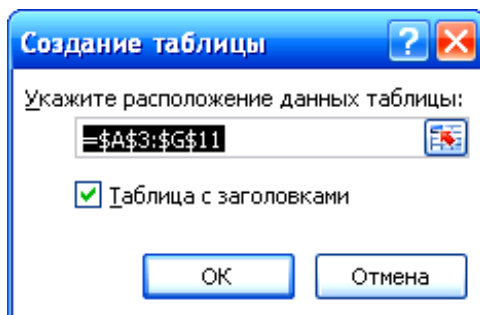

Рис. 6.1. Окно создания таблицы
2. На вкладке *Вставка* выполнить команду *Таблица*. В окне *Создание таблицы* указать диапазон будущего списка и установить флажок *Таблица с заголовками* (рис. 6.1).